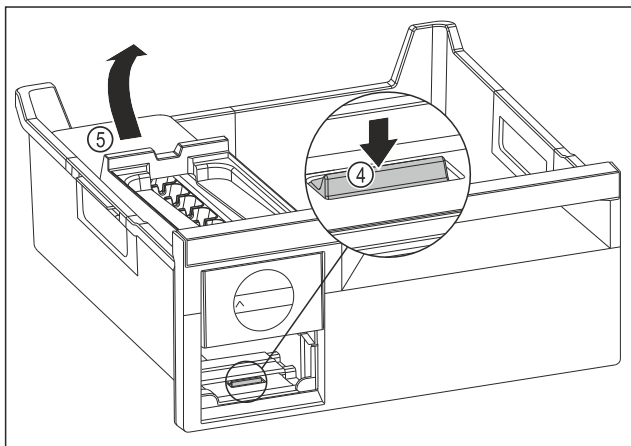

Fig. 183
- Scoaterea corpului EasyTwist-Ice: Apăsați eclisa Fig. 183 (4) cu degetele în jos și concomitent cu cealaltă mână ridicați corpul EasyTwist-Ice Fig. 183 (5) din spate.